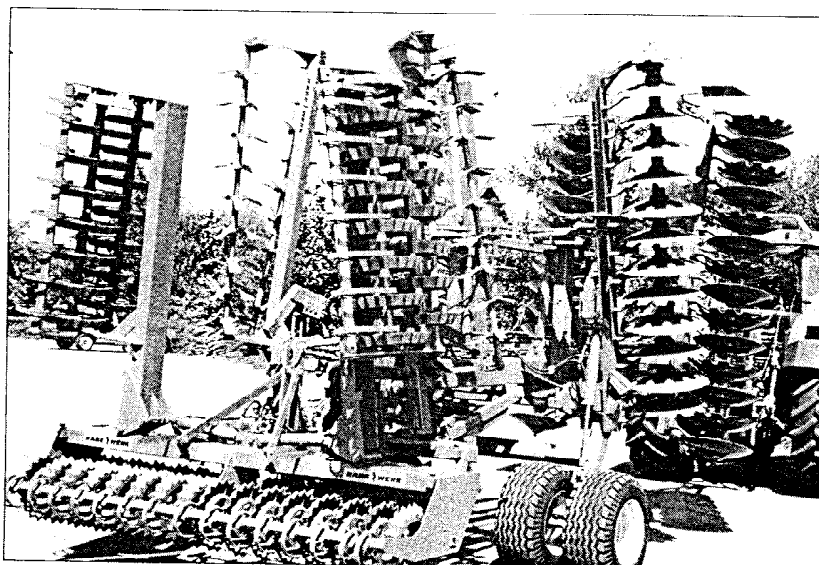

Fig. 4
Position de transport (Fig. 4)
- d) ... avec rotoculteur et rouleau polygone (fig. 4)